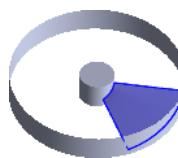

图 6.14.20 边界-曲面 1
Step17. 创建图 6.14.20 所示的边界-曲面 1。选择下拉菜单 **插入(I)** → **曲面(S)**